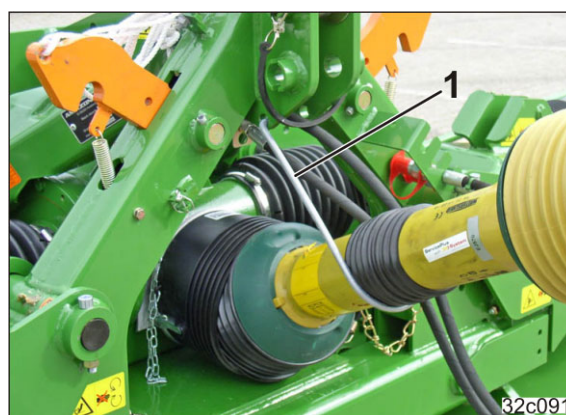

Fig. 72
9. Hægt kardanakslens ind i bøjlen (Fig. 72/1).